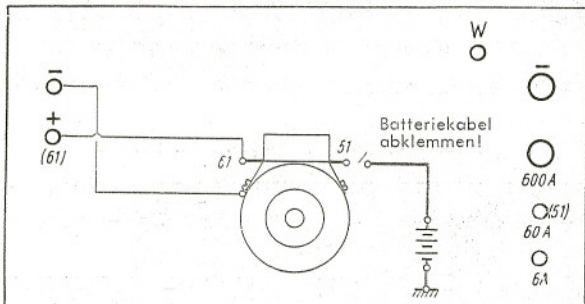

Abb. 1 Prüfen der Leerlaufregelspannung bei Spannungsreglung mit geneigter Kennlinie (nachgiebige Spannungsreglung).
- 4 Suchmagnet am Eisenkern des Ankers auflegen (siehe Abb.1). Der Anker wird bei der Prüfung langsam gedreht. Es ist zu beachten, daß bei jeder Prüfung die benachbarten Nuten mit abgetastet werden (siehe Pfeilrichtung Abb.1). Bei einer schadhafte Wicklung leuchtet in jedem Fall die Glimmröhre des Suchmagneten auf. Kollektorschluß wird ebenfalls durch Aufleuchten angezeigt. Hier hilft Abdrehen und sauberes Auskratzen der Kollektoralarmen, bis kein Licht mehr erscheint. Drahtbruch oder Unterbrechung am Anker wird festgestellt, indem man den Anker erst genau auf eine evtl. ausgelötete Stelle am Kollektor untersucht. Ist dies nicht der Fall, dann wird der ganze Kollektor kurz geschlossen und der Anker wird